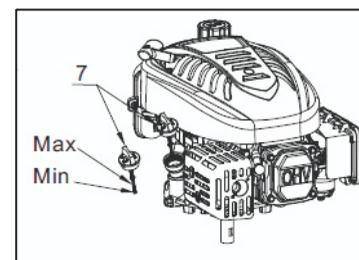

Fig. 7
2. Verwijder de olievuldop /peilstok (7) en veeg deze schoon.
3. Steek de olievuldop/peilstok (7) in de olievulnek, zoals getoond. Schroef de dop er echter niet in, maar verwijder de dop om het oliepeil te controleren.
4. Indien het oliepeil bij of beneden de onderste peilstreep op de peilstok staat, verwijder dan de olievuldop/peilstok (7), en vul bij met aanbevolen olie tot aan de bovenste peilstreep (onderste rand van het olievulgat). Vul niet te veel bij.
5. Plaats de olievuldop /peilstok (7) stevig terug. (Zie Fig. 7)